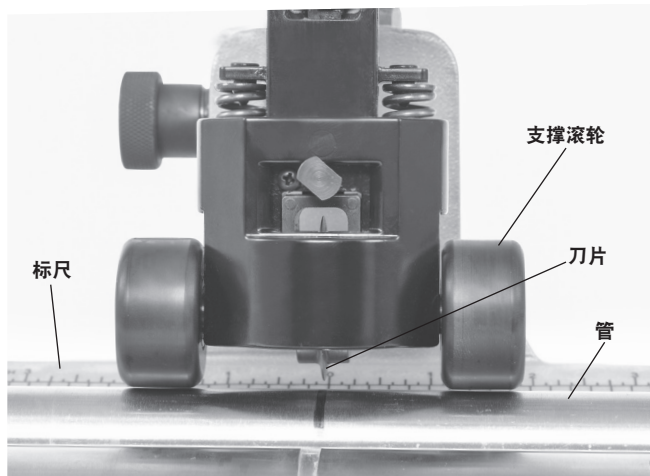

图 9 – 支撑滚轮接触到管件
5. 推进快速进给系统，直到支撑滚轮接触到管道（图 9）。将刀片与管件上的标记对齐。拧紧进给螺杆，使刀片与管接触。在刀片接触管道后，将进给螺杆额外推进 1 至 1½ 圈，确保卡牢管道。切勿过度推进进给螺杆，这可能压扁圆管并增加毛边的形成。